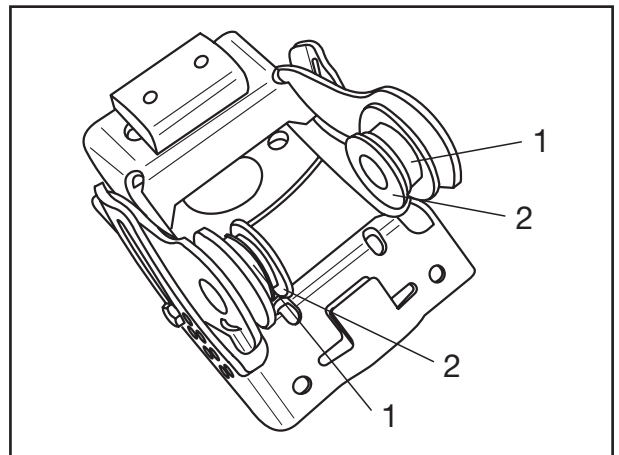

Fig. 17
- [6] Kunststoffbuchsen (Fig 17/1) und Metallbuchsen (Fig 17/2) beidseitig in den Hebel einsetzen. Stützhalterung auf den Halter stecken.
- [6] Insert the plastic bushes (Fig. 17/1) and metal bushes (Fig. 17/2) into the lever on both sides. Connect the support holder onto the holder.
- [6] Insérer les douilles plastique (Fig. 17/1) et métalliques (Fig. 17/2) de part et d'autre dans le levier. Fixer le point d'appui sur la main.